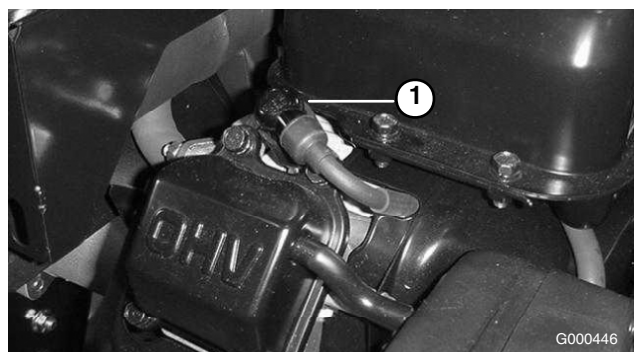

Figure 23
1. Débrancher la bougie (Figure 23).